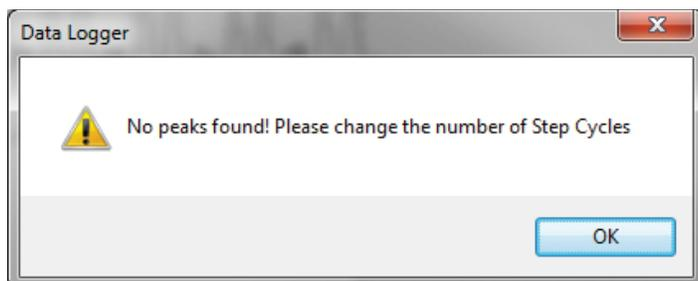

図 32: 入力したピーク数のエラー。OKをクリックし新しい数値を入力してください。
6. Adjust タブを押してください(図32)。これにより、最小値(MIN)、または最大値(MAX)のピークを追加、または取り外しすることができます。